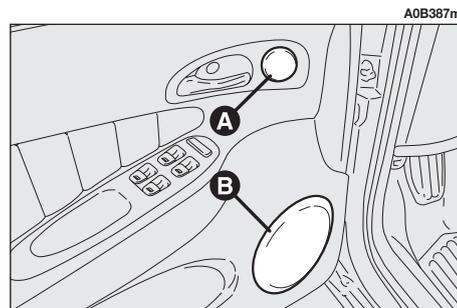
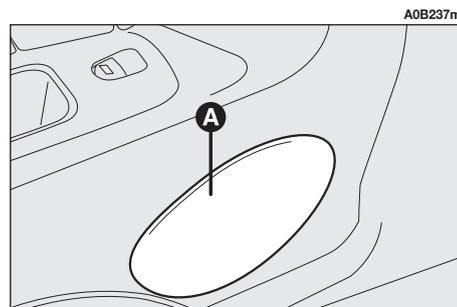

fig. 168
fig. 169
– N° 2 tweeter (**A-fig. 168**) della potenza di 30W;
– N° 4 diffusori (**B-fig. 168**) e (**A-fig. 169**) con diametro 165 mm (2 anteriori e 2 posteriori) della potenza di 40W.